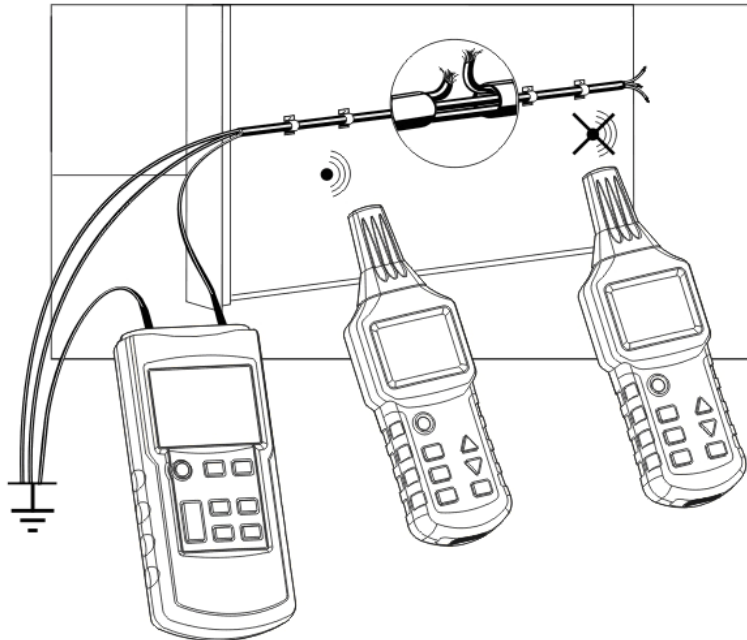

Abb.9
- Alle anderen Leitungen müssen mit der Erde verbunden sein (gem. Abb. 9).
- Schließen Sie den Sender an den betreffenden Draht und die Erde an (siehe Abb. 9).